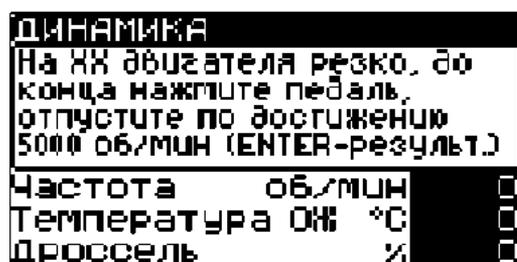

Рис. 28 Тест ДИНАМИКА ДВИГАТЕЛЯ
4.4.5.2 После установки параметров в меню тесты выберите требуемый тест, следуйте инструкциям, высветившимся на дисплее (рис. 28).